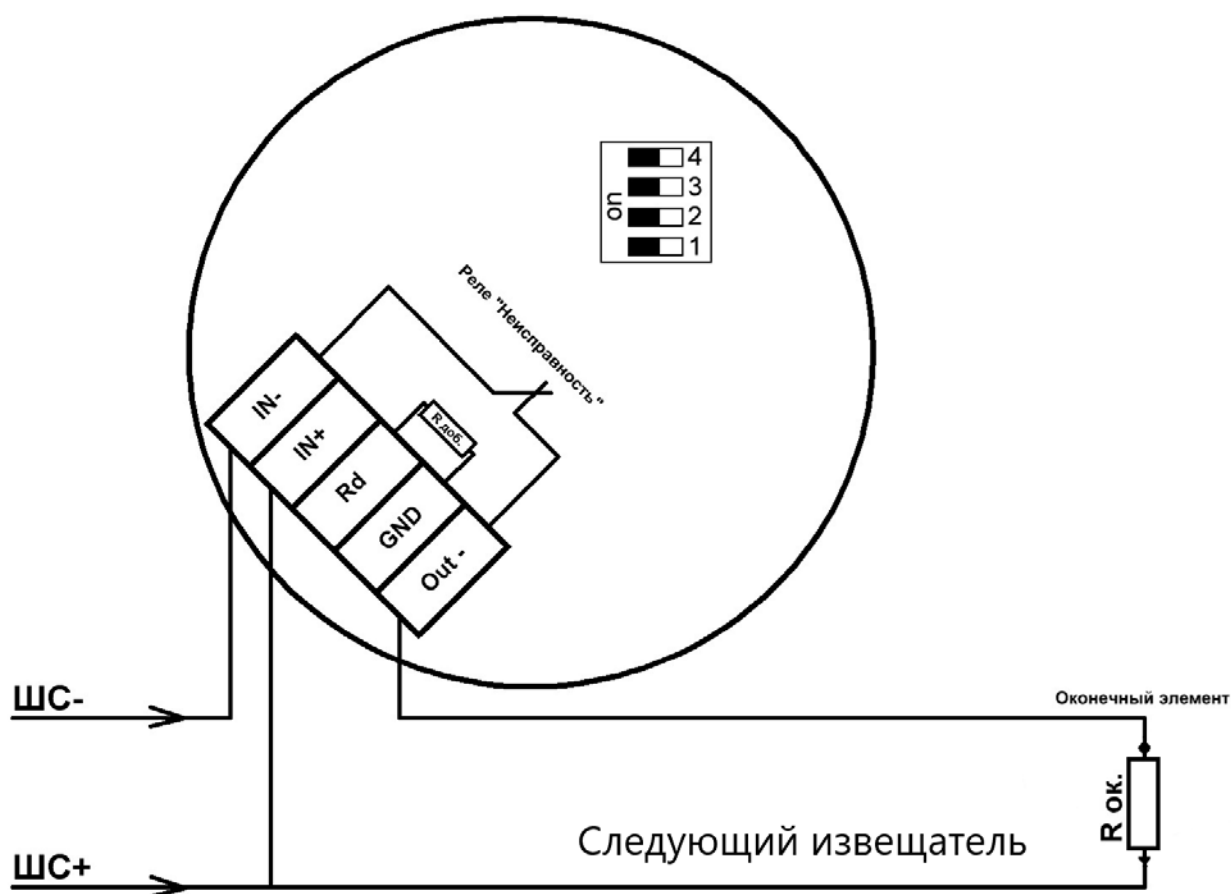

Рисунок 5 – Подключения по 2-х проводной схеме с режимом «Неисправность»
Все внешние провода подводятся к извещателю через внутреннее клеммное отделение, являющееся составной частью извещателя. Используются нажимные клеммы Wago для проводов сечением от 0,08 мм2 до 2,5 мм2. Подключение извещателя осуществляется по 2-х проводной линии связи в соответствии с рис. 5 настоящего РЭ.
- осуществить монтаж соединительного кабеля в кабельном вводе и соединить проводники в соответствии со схемой подключения к ППК, рис. 5.